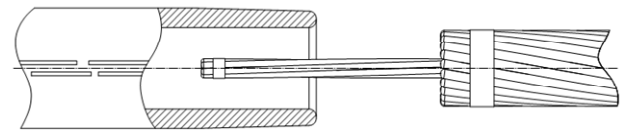

Bild 4
9. Schieben Sie das gefettete Aluminiumrohr der Pressabspannklemme mit dem konisch geformten Muffenende über das Ende des Leiterseils (Bild 4). Der Kabelbinder kann sich dabei verschieben.